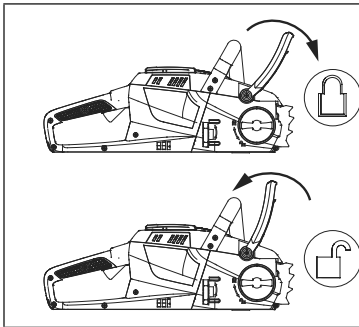

FIG. 21
1. Tirez la poignée de frein de rebond de la chaîne vers la poignée avant jusqu'à la position de fonctionnement (fig. 21).
2. Poussez la poignée du frein de rebond de la chaîne vers l'avant jusqu'à la position du frein pour enclencher le frein de chaîne (fig. 21).